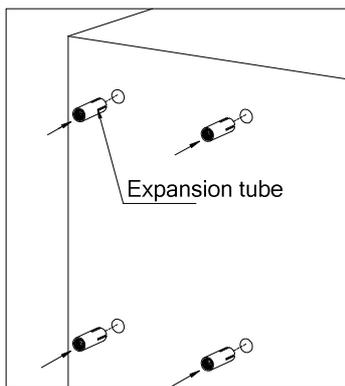

Figura 7
- 3) Instale el soporte en la pared, conecte el equipo antes si es necesario. (vea la Figura 7 y 8)